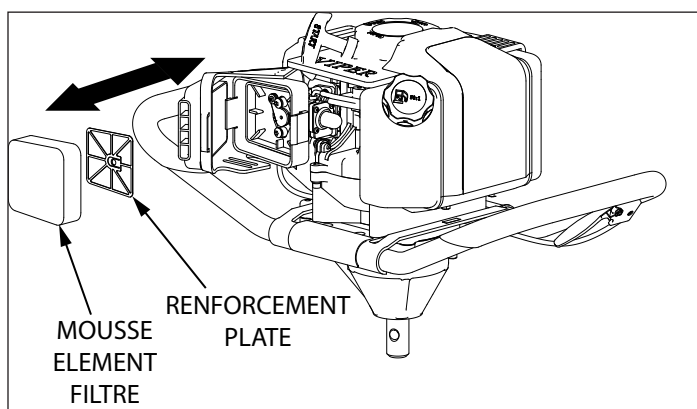

Figure 5
4. Sortir l'élément filtrant en mousse (**VOIR FIGURE 5**) et le remplacer par un filtre neuf huilé ou nettoyer le filtre en mousse d'origine dans de l'eau chaude et du savon doux conformément aux instructions de Nettoyage du filtre à air. Penser à huiler soigneusement le filtre en mousse avec de l'huile moteur d'indice 30 ou 40 et essorer tout excédent d'huile.